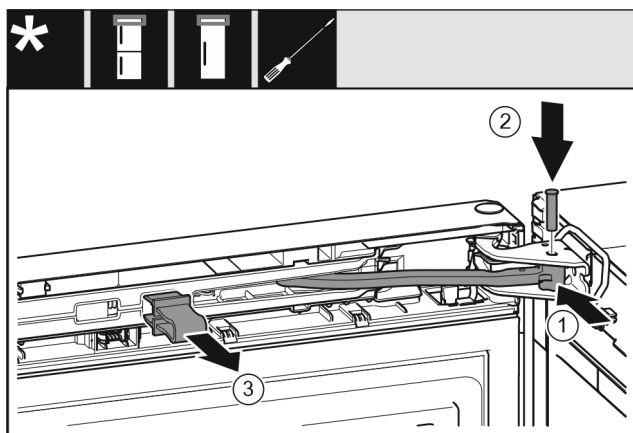

Fig. 72
- ▶ Поверните шарнир Fig. 72 (1) в опорный кронштейн.
- ▶ Вставьте палец Fig. 72 (2) в опорный кронштейн и шарнир. При этом проследите за тем, чтобы выступ фиксатора занимал правильное положение в пазу.
- ▶ Снимите предохранитель Fig. 72 (3).